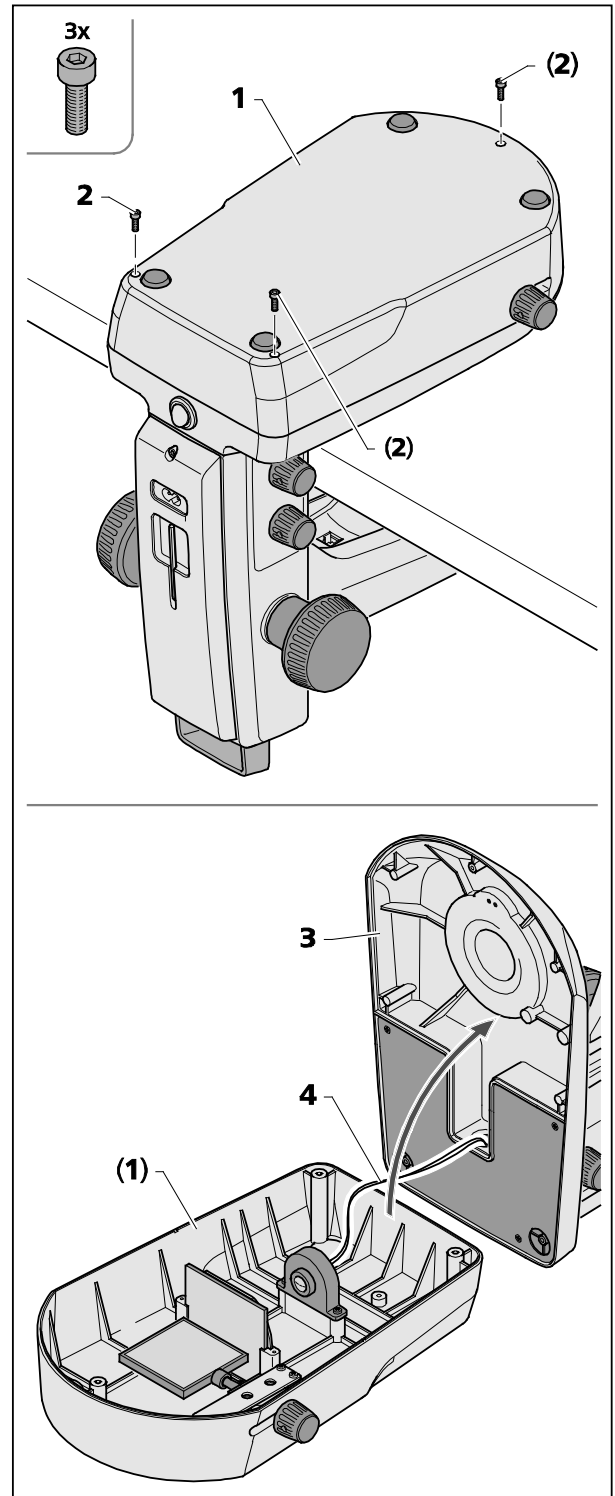

Fig. 29 Abrir a placa de cobertura do estativo K LAB
A base de luz transmitida (Fig. 29/1) pode-se remover da placa de cobertura do estativo (Fig. 29/3) para a limpeza ou a extração de corpos estranhos caídos para dentro, por inadvertência.
- Desatarraxar os três parafusos (Fig. 29/2) da placa de cobertura do estativo (Fig. 29/1) com ajuda da chave Allen SW 2,5 pondo-a de lado.
- Remover a placa de cobertura do estativo (Fig. 29/3), com cautela, da base de luz transmitida (Fig. 29/1) e pôr o estativo de lado.
Reparar em que o cabo (Fig. 29/4) não seja separado da base de luz transmitida (Fig. 29/1).